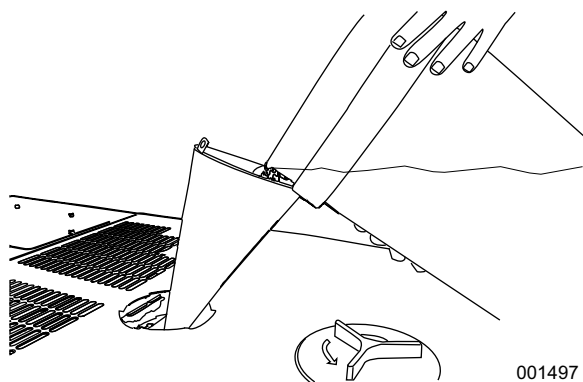

Figure 9. Ajout de liquide de refroidissement
28. Voir **Figure 9**. Versez lentement le liquide de refroidissement dans le goulot de remplissage jusqu'à ce que le radiateur soit rempli.